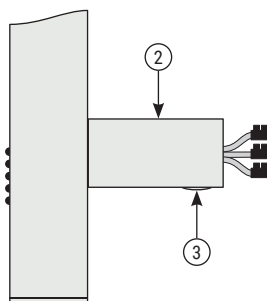

Рис.4
4.9. Установить круглую заглушку на нижней стороне коробки скрытого подключения вместо заглушки с отверстием (рис. 4 «3»).